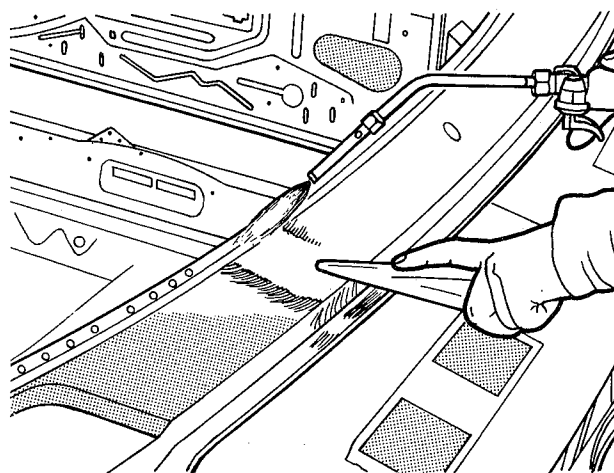

fig. 110
10. Lixar as regiões soldadas e aplicar solda de enchimento — estanho, na emenda (fig. 110)